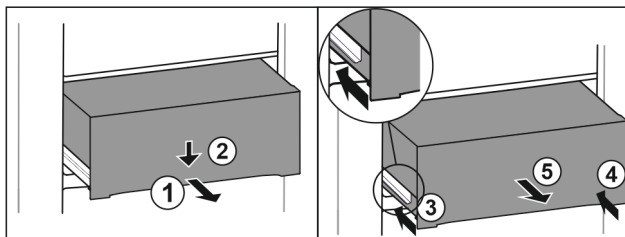

Fig. 133
- Wyciągnąć szufladę do połowy. Fig. 133 (1)
- Popchnąć szufladę z przodu w dół. Fig. 133 (2)
- Wsunąć lewą szynę o ok. 2 cm. Fig. 133 (3)
- Wsunąć prawą szynę o ok. 2 cm. Fig. 133 (4)
- Wyjąć szufladę do przodu. Fig. 133 (5)